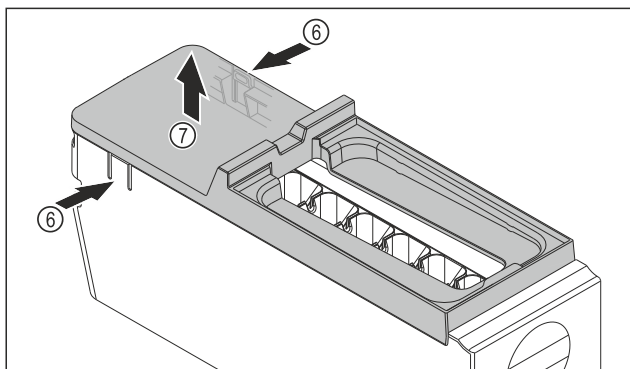

Fig. 243
- Vyjmutí krytu korpusu EasyTwist-Ice: Lamely Fig. 243 (6) na obou stranách korpusu EasyTwist-Ice stlačte jednou rukou.
- Kryt Fig. 243 (7) vyjměte druhou rukou nahoru.